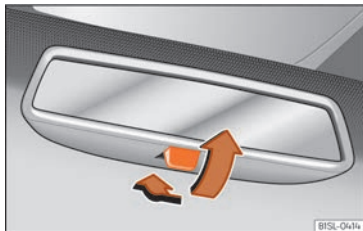

Fig. 123 Retrovisor antideslumbrante manual.
- Para oscurecer el retrovisor, tire de la palanca hacia atrás » **fig. 123**.